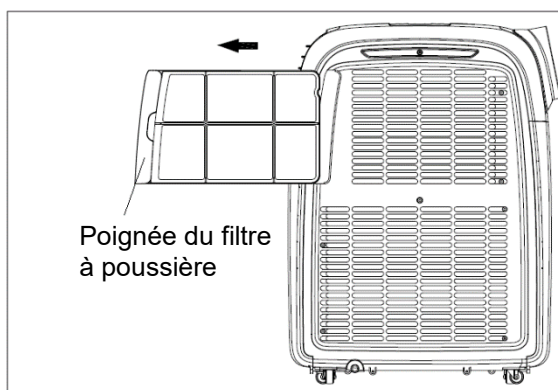

Fig. 4
- Veuillez nettoyer le filtre à poussière une fois toutes les deux semaines afin que le volume d'air reste constant. Pour ce faire, veuillez retirer le filtre à poussière de la partie latérale de l'appareil à l'aide de la poignée du filtre (voir fig. 4). Veuillez nettoyer le filtre avec un détergent neutre et de l'eau à environ 40°C. Veuillez laver tous les résidus de détergent puis laissez sécher le filtre entièrement à l'air avant de le remettre en place sur l'appareil.